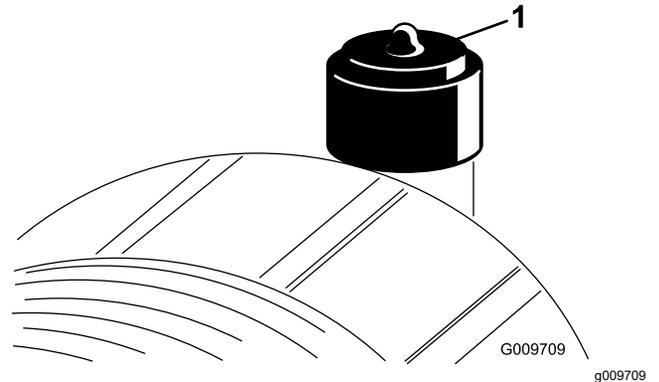

图 55
仅在限制指示灯图 55要求时才维修空气滤清器滤芯。如果是在必须更换之前才更换空气滤清器滤芯会增加灰尘在滤芯拆下时进入发动机的几率。
2. 如果指示灯显示为红色请重置限制指示灯**图 55**。